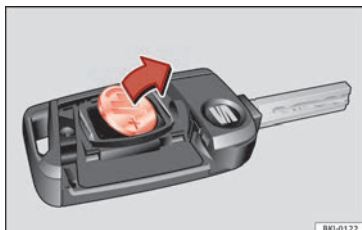

Fig. 139 Llave del vehículo: extracción de la pila.
- Extraiga la pila del compartimento con un objeto fino adecuado » **fig. 139**.
- Coloque la pila nueva tal como se muestra » **fig. 139** y presiónela en el compartimento para la pila en sentido contrario a la flecha » ❷.